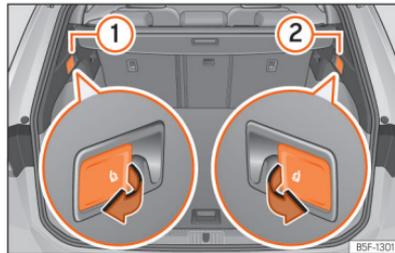

Abb. 100 Im Gepäckraum: Hebel zum Entriegeln der Rücksitzlehne.
- Ziehen Sie am Hebel zur Fernentriegelung auf der linken »» (Abb. 100) ① oder rechten ② Seite der Rückenlehne in Pfeilrichtung. Der entriegelte Teil der Rücksitzbank klappt nun automatisch nach vorn um.